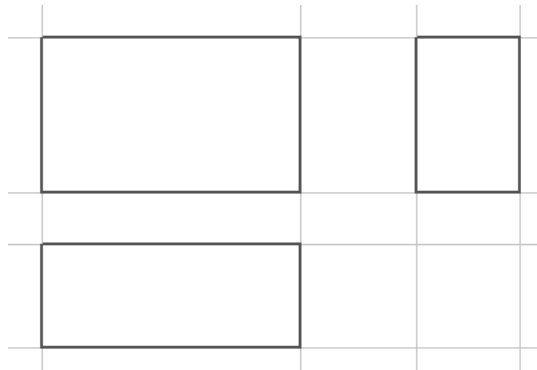

Рис. 48. Габаритные прямоугольники
9. Вычертите габаритные прямоугольники для главного вида, вида сверху и вида слева, используя построенные вертикальные и горизонтальные линии. Точность построения обеспечьте активизацией объектной привязки *Пересечение* (рис. 48).